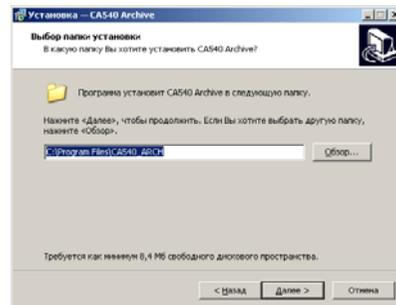

Рисунок 8.13
2) Определить место размещения ПО, для чего в окне (рисунок 8.13) следует либо согласиться с предлагаемой по умолчанию папкой C:\Program Files\Компаратор CA540_PC, либо выбрать другой вариант, щелкнув по кнопке Обзор. Для продолжения выполнения установки программы щелкнуть по кнопке Далее.